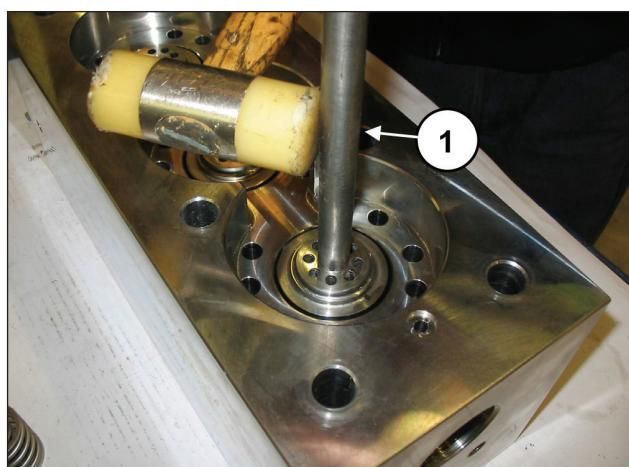

Рис. 104
**Если гнезда клапана застрянут на торце из-за отложений накипи или ржавчины, их следует отсоединить специальным инструментом (арт. 034300020) в нагнетательное отверстие (поз. ①, Рис. 104).**